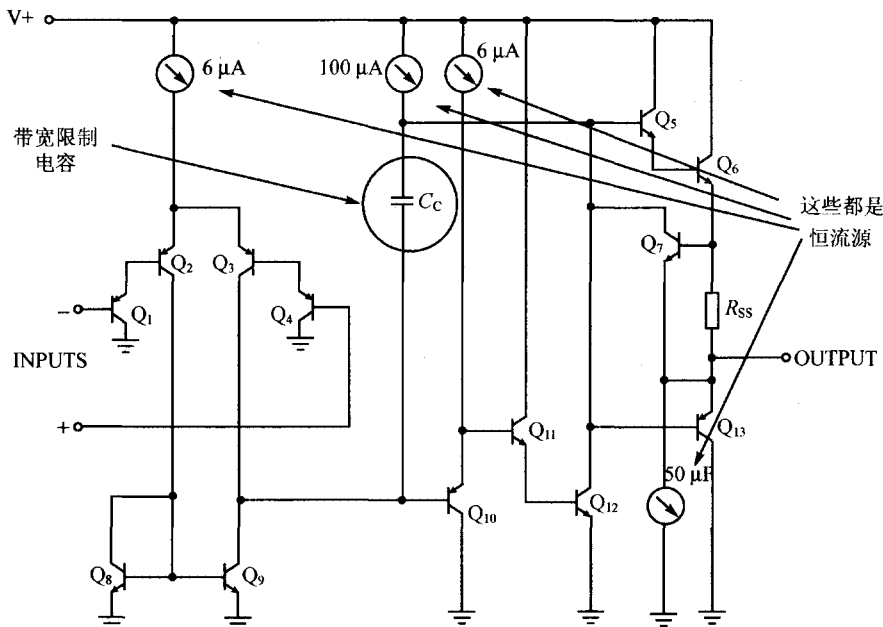

图 11.8
- 很多 IC,都为其应用场合做了特别的带宽限制,限制住了工作带宽,自然不会受到带宽外的信号干扰。因为距离器件的限制带宽越远,其放大系数越小。比如图 11.8,它是一个音频运算放大器的内部电路图,图中圆圈中的电容,就是用于限制工作带宽的。加入这个电容后,这个运算放大器的带宽就限制在 $0 \sim 500$ kHz 以内。而三极管的频率响应,动辄都有 $50 \sim 100$ MHz,如果需要限制带宽,一般需要另外增加元件。电源纹波中,经常也有这样高频率的噪声。所以,如果有用信号中没有这么高的频率的话,用低带宽的器件反而会更稳定。图 11.9 是 LM358 音频运算放大器的电参数。